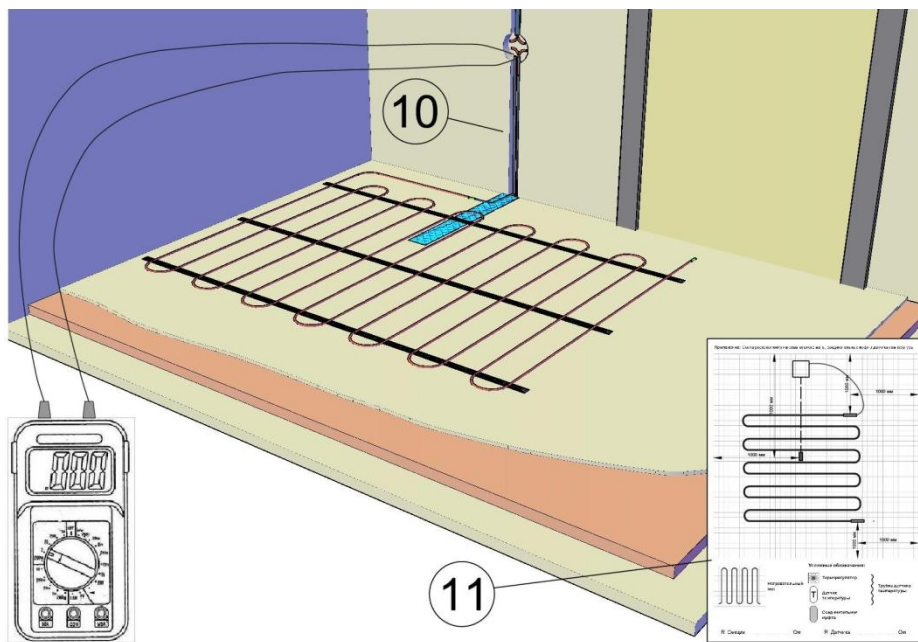

Рисунок 6
Перед укладкой кабеля измерьте сопротивление (Рис.6. п.10) нагревательного кабеля для проверки отсутствия повреждений. Полученные данные должны соответствовать указанным в таблице 1 и содержащимся на кабеле: маркировка, длина, потребляемая мощность, сопротивление секции (допустимые отклонения по мощности (Вт), сопротивлению (Ом): не более 7% от номинала в любую сторону).
После укладки кабеля снова измерьте сопротивление (Рис.6. п.10), чтобы убедиться в отсутствии повреждения во время монтажа. Во избежание механических повреждений нагревательной секции при монтаже, укладку секции следует осуществлять в обуви с мягкой подошвой, укрывать поверхность с разложенной секцией листами картона, фанеры или другими материалами, препятствующими механическому воздействию на нагревательную секцию при ходьбе по ней до и во время заливки раствором.
После укладки кабеля снова измерьте сопротивление, чтобы убедиться в отсутствии повреждения во время монтажа (Рис.6. п.10).
6. Нанесите на эскиз (стр. 18) плана помещения схему расположения нагревательной секции, соединительных муфт и датчика температуры (Рис.6. п.11).